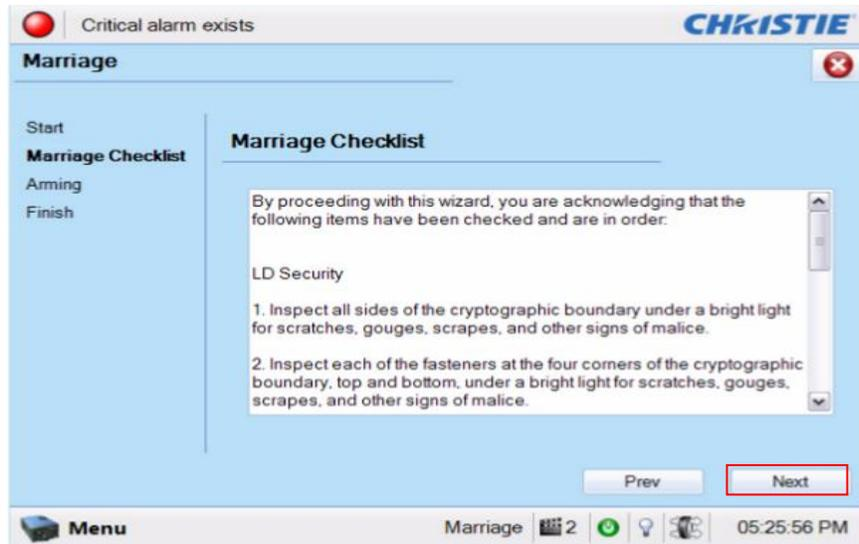

Figura 44 Lista de comprobación de Enlace.
- c. Lea y ejecute las acciones listadas en Marriage Checklist (Lista de Comprobación del Enlace). En la ventana Marriage Checklist (Lista de comprobación de Enlace) (consulte la Figura 44), el sistema comprueba que todos los interruptores anti manipulación estén asegurados y da una lista de los elementos que se deben comprobar para garantizar que el proyector esté seguro antes de continuar. Haga clic en el botón [Next] (Siguiente) para continuar con la ventana Arming (Activación).